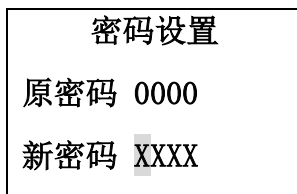

图 23
当选择电流时，按确认键进入图 23 页面。按选项键选择是 4 毫安电流编码值校正还是 20 毫安电流编码值校正，用设定键进行修改，按确认键保存并进入下一个电流编码值的校正。
(5)密码设置（见图 23）